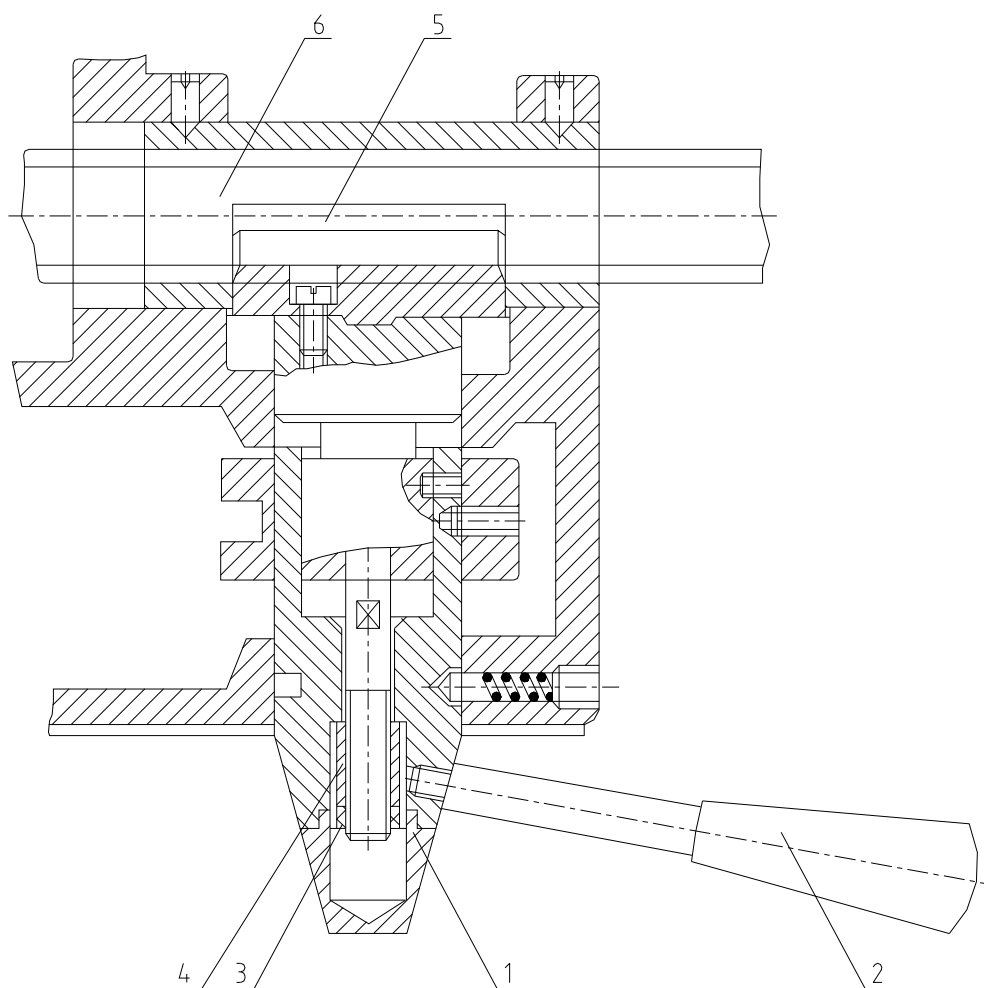

Рис.6-5
6.2.4 РЕГУЛИРОВАНИЕ ЗАЗОРА МЕЖДУ ХОДОВЫМ ВИНТОМ И ПОЛУГАЙКОЙ (см.рис.6-5)
Вариант 1: (см.рис.6-5)